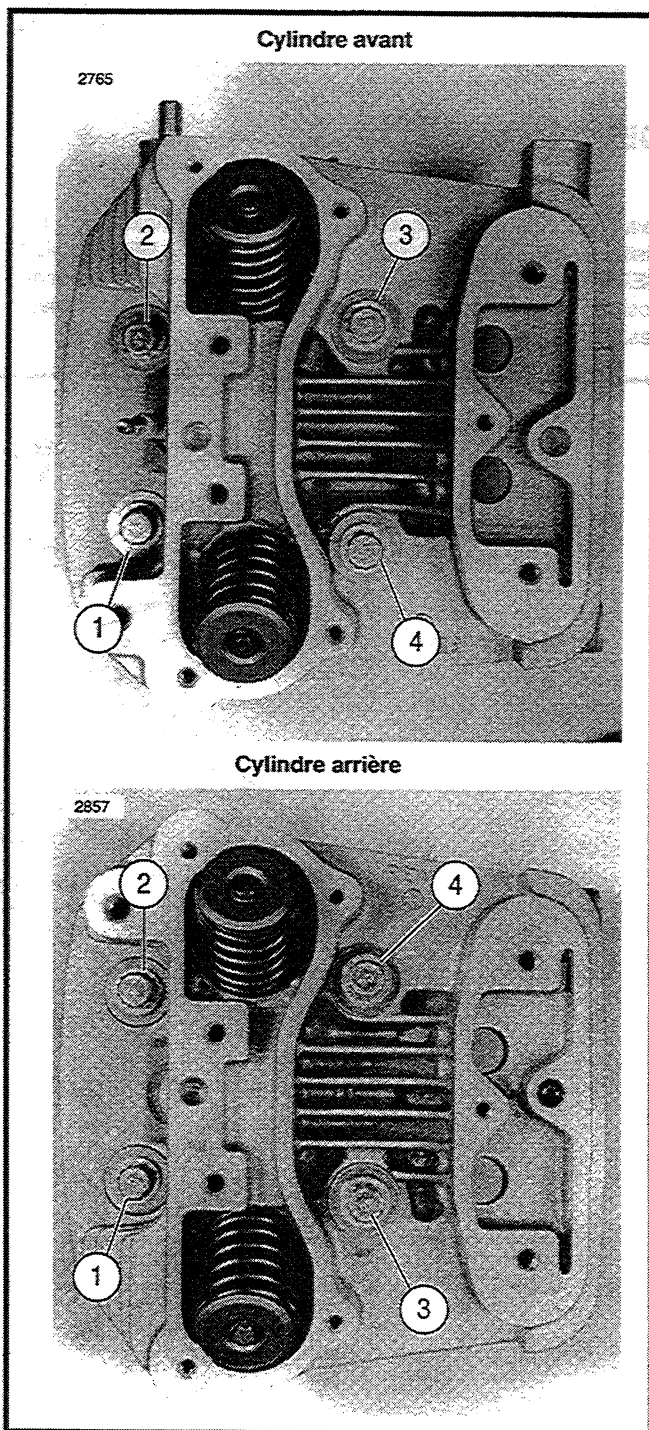

Figure 3-7. Séquence de serrage/desserrage des vis de culasse
9. Voir Figure 3-7. Desserrez chaque vis de culasse de 1/8 de tour dans l'ordre indiqué.